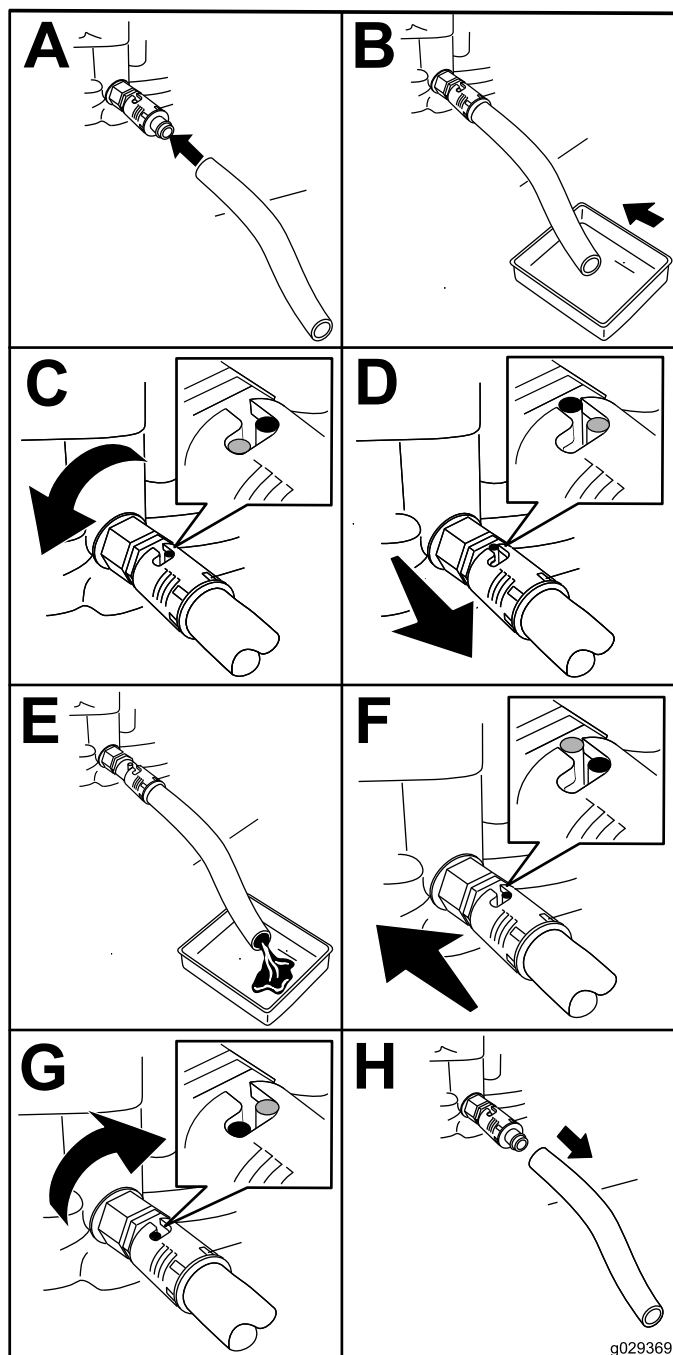

Figura 30
4. Montate il flessibile di spurgo sulla relativa valvola (Figura 30).
5. Posizionate l'altra estremità del tubo flessibile in un apposito contenitore per l'olio (Figura 30).
6. Girate la valvola di spurgo di 1/4 di giro in senso antiorario per lasciare defluire l'olio (Figura 30).
7. Dopo avere scaricato l'olio, ruotate la valvola di spurgo di 1/4 di giro in senso orario per chiuderla (Figura 30).